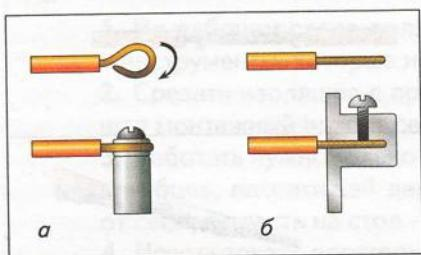

Рис. 72. Способы оконцевания проводов: а — кольцом, б — тычком
*Оконцевание проводов* – это освобождение их от изоляционной оболочки и оформление петелькой (кольцом) или прямым концом (тычком), в зависимости от конструкции электроарматуры (рис. 72).
При монтаже электроцепи оконцованный в форме кольца (рис. 72, а) провод прижимается винтом к контакту арматуры. Если монтаж предусматривает втыкание провода в отверстие контакта и прижатие его сбоку винтом (рис. 72, б), применяют оконцевание тычком. Однако первый способ получил большее распространение. В инструкционной карте № 3 подробно описан ход этих операций.